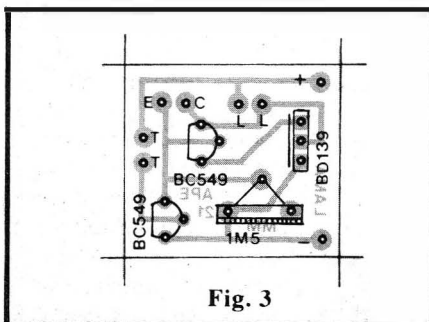

Fig. 3
- **FIG. 3 - "Chapeado"** (vista real dos componentes sobre o lado não
cobreado da placa) da montagem, que deve ser seguido com grande atenção pelo hobbysta. Observar principalmente as posições dos lados "chatos" dos dois BC549 e da lapela metálica do BD139 (voltada para o interior da placa). As ilhas periféricas, destinadas às conexões externas à placa (ver próxima figura) estão devidamente codificadas: (+) e (-) para o **positivo** e **negativo** da alimentação, respectivamente; (L) (L) para as ligações à pequena lâmpada; (E) e (C) para conexão ao foto-transistor (respectivamente **emissor** e **coletor**) e, finalmente, (T) (T) para as ligações aos parafusos de "toque" (desligamento "secreto"). Terminadas as soldagens de todos os componentes mostrados na fig. 3 (quem for ainda muito "começante" **deve** ler atentamente as INSTRUÇÕES GERAIS PARA AS MONTAGENS, encartadas permanentemente nas primeiras páginas de APE...), tudo precisa ser conferido (inclusive a **qualidade** dos pontos de solda), antes de se cortar as sobras ou excessos de terminais, pelo lado cobreado da placa...
breado (assim como na fig. 3). Observar mais atentamente a **polaridade** da alimentação (fio **vermelho** para o **positivo** e fio **preto** para o **negativo**) e a ligação do foto-transistor (TIL78), lembrando que qualquer inversão nessas conexões impedirá o funcionamento do circuito. O comprimento de toda a fiação externa à placa deverá ser dimensionado de forma **apenas suficiente** para uma confortável instalação (ver próxima figura) do conjunto... Fios **muito curtos** dificultarão essa instalação, enquanto que os fios **muito longos**, além de "deselegantes", também podem causar problemas de acomodação do conjunto.